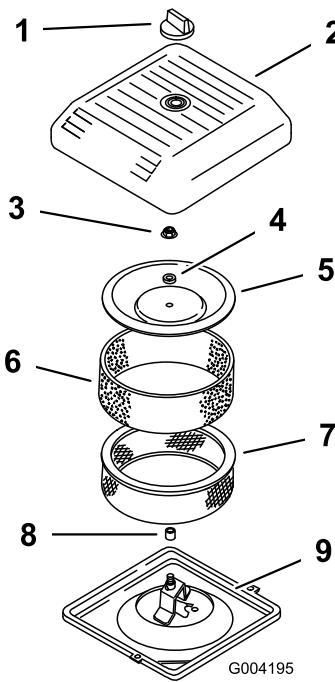

Figura 155
3. Svitate la manopola e rimuovete il coperchio del corpo del filtro (Figura 155).
4. Fate scorrere attentamente il prefiltro in schiuma sintetica fuori dall'elemento di carta (Figura 155).
5. Svitate il dado del coperchio e rimovete il coperchio, il distanziale e il filtro di carta (Figura 155).